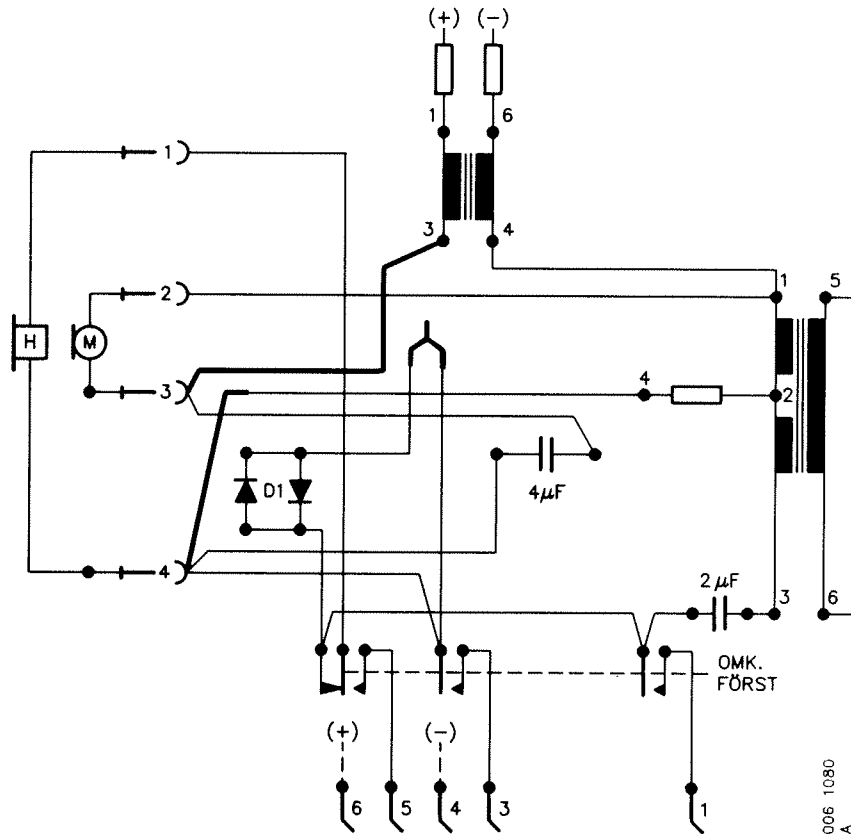

Bild 40. Koppling av talanordning rr-ls1 efter modifiering
- Flytta, enligt bild 40, förbindningen som lossats från jackens stift 3. Toppskarva förbindningarna som lossats från drosselns stift 3. Isolera skarven med krympslang.